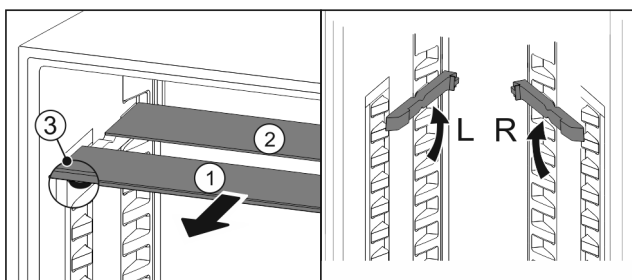

Fig. 71
- ▶ Træk glaspladerne ud enkeltvis fremad Fig. 71 (1).
- ▷ Glaspladen Fig. 71 (1) med pyntelisten ligger foran.
- ▷ Stoppene Fig. 71 (3) peger nedad.